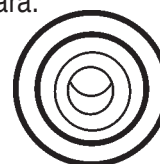

Figura 43. Luz indicadora de pre calentamiento
7. Si arranca el generador en clima frío, la luz de precalentamiento se iluminará (Figura 43), automáticamente cuando el interruptor Auto-Apagado/Restablecer-Manual ha sido colocado en la posición manual. Después de que las bujías de pre calentamiento se han calentado, la luz de pre calentamiento se apagará y el motor arrancará.